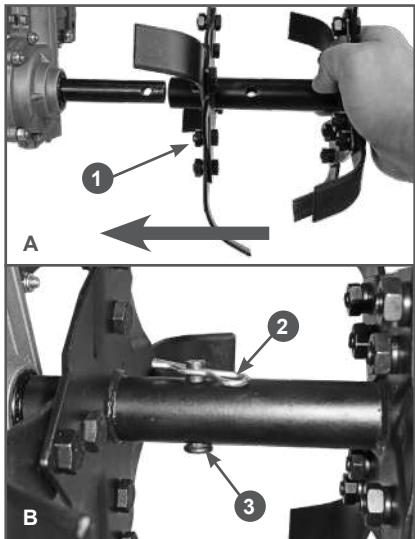

Рис. 4. Установка фрез
- Установите фрезы 1 на выходной вал редуктора (Рис. 4А). Совместите отверстия во фрезах и выходном вале редуктора и вставьте в отверстия пальцы 3. Зафиксируйте пальцы 3 шплинтами 2 (Рис. 4В).